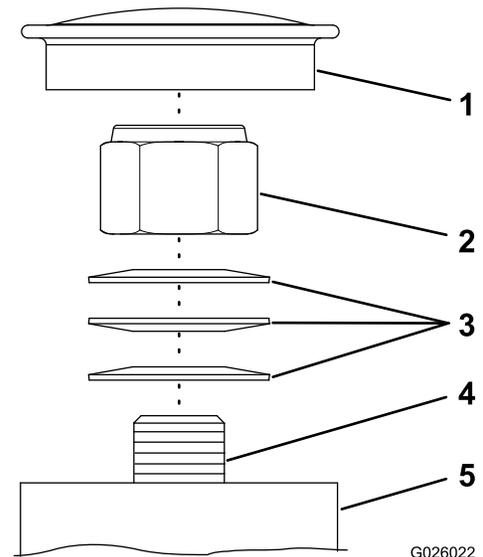

Figura 44
Nota: Si desmonta los cojinetes del pivote de las ruedas giratorias, asegúrese de instalar las arandelas elásticas según se indica en la Figura 44.
1. Retire el tapón antipolvo del buje de la rueda giratoria (Figura 44).
2. Apriete la contratuerca en sentido horario hasta que las arandelas elásticas estén planas (Figura 44).
3. Gire la contratuerca en sentido antihorario ¼ de vuelta (Figura 44).
4. Coloque el tapón antipolvo (Figura 44).